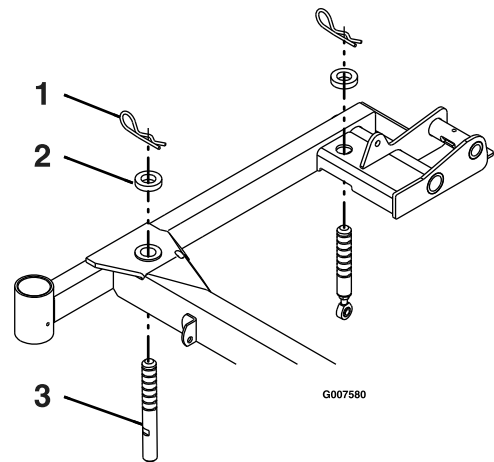

Figura 71
4. Compruebe que todas las chavetas están en los taladros de altura de corte de 7,62 cm con los espaciadores debajo de las chavetas (Figura 71).
5. Acorte o alargue cada pasador de soporte de la carcasa de corte para obtener una altura de la punta de la cuchilla de 7,62 cm en la parte delantera de la carcasa y de 8,26 cm en la parte trasera de la carcasa (Figura 71).